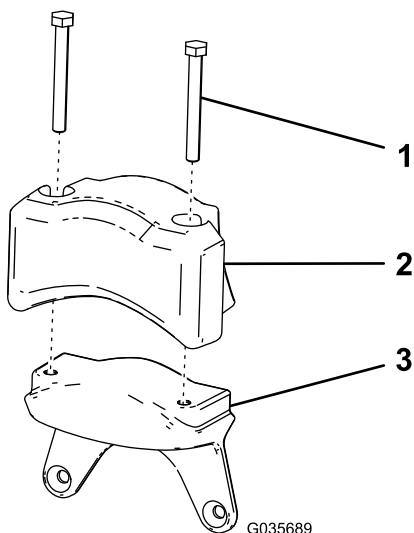

图9
1. 将在2 准备滚刀组 (页码 3)的步骤 5 中卸下的电气配重块和 2 个平头螺丝5/16 x 2¾ 英寸安装到新配重块上 图9。